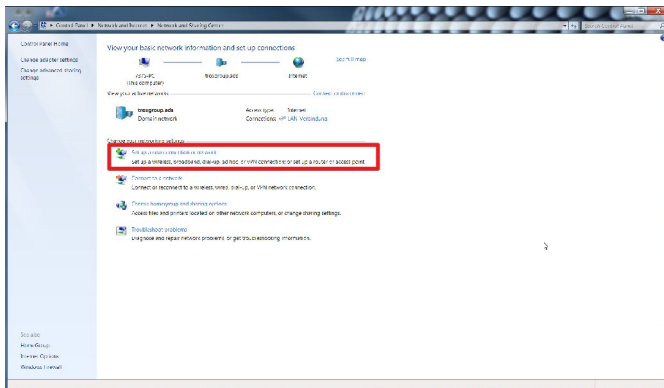

Fig. 10 : Configuration d'une nouvelle connexion ou d'un nouveau réseau
2. ▶ Sélectionner « Configurer une nouvelle connexion ou un nouveau réseau » (Fig. 10).